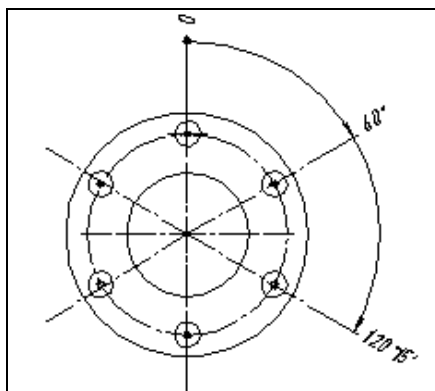

Рис. 11.27. Простановка угловых размеров с общей размерной линией
- ♦ следующий угловой размер строится аналогично. Построение цепного углового размера показано на рис. 11.27.